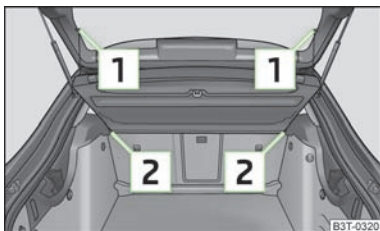

Fig. 69
- Décrocher les sangles de retenue » fig. 69.